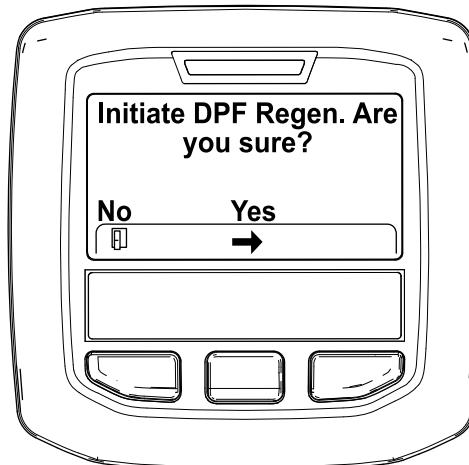

Figura 51
4. Quando viene visualizzato il messaggio "Initiate DPF Regen. Are you sure?" (Inizializzare Rigen. FAP?) premete il pulsante centrale (Figura 51).